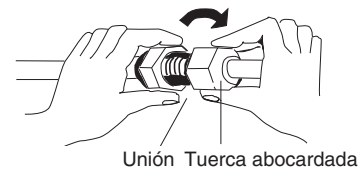

Fig. 5-5
- (3) Para realizar una conexión adecuada, alinee el tubo de unión y el tubo abocardado rectos entre sí y, a continuación, enrosque ligeramente al principio la tuerca abocardada para obtener un acoplamiento suave. (Fig. 5-5)